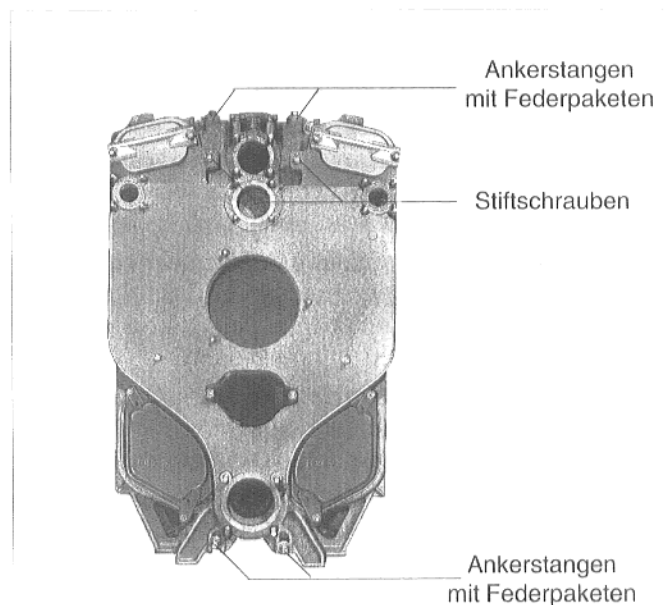

Abb. 13 Prinzip Abbildung zeigt Anschlußglied GD 405
- **Anschlußglied** an das Hinterglied anbauen. Das Anschlußglied wird unten durch die Nippelverbindung der Nabe mit dem Kesselpreßwerkzeug angezogen. Dazu je einen Sonderflansch unten am Vorder- und Anschlußglied verwenden. Oben wird das Anschlußglied mit zwei Muttern M12, die auf die Stiftschrauben im Hinterglied gedreht werden, angezogen (Abb. 13). Es ist besonders darauf zu achten, daß das Anschlußglied gleichmäßig auf die untere Nippelverbindung und oben auf die Stiftschrauben aufgeschoben wird. Beide Verbindungen gleichmäßig anziehen
- **An der Kesselgliedrückseite die Federpakete** über die Ankerstangen stecken, Muttern aufsetzen und von Hand andrehen (Abb. 13). Die Federpakete dürfen nur als Ganzes verwendet werden, nicht aufwickeln. Muttern auf der Kesselrückseite noch 1 bis 1 1/2 Umdrehungen mit einem Maulschlüssel anziehen. Preßwerkzeug abnehmen.